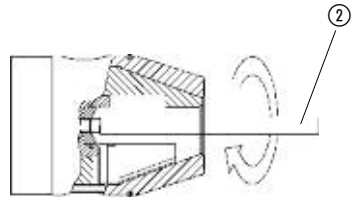

Bild 2
Schrauben Sie das Montagewerkzeug ② in die Dichtscheibe ein (Bild 2). Das Montagewerkzeug ist im Lieferumfang nicht enthalten.